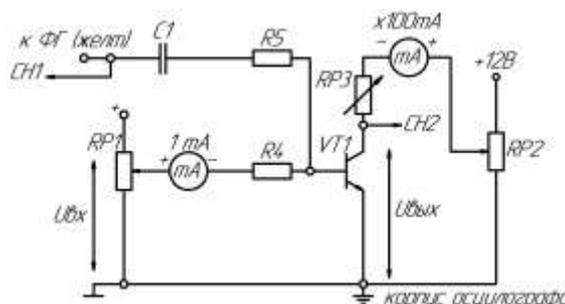

Рисунок 21 - Схема для исследования усилительного каскада
1) Собрать схему для исследования усилительного каскада в соответствии с рис. 21. Резистор RP3 установить в 200. Подключить канал CH1 осциллографа ко входу усилителя, а канал CH2 к выходу усилителя. Включить временную развертку осциллографа. Включить функциональный генератор и установить синусоидальный сигнал частотой 50 Гц, уменьшить сигнал до нуля регулятором амплитуды функционального генератора. Переключить входы CH1 осциллографа на положение «вход закорочен». Включить питание стенда. При токе $I_b = 0$ установить на потенциометре RP2 $= 2$ и далее не изменять его при всех экспериментах (не трогать ручку потенциометра RP2);